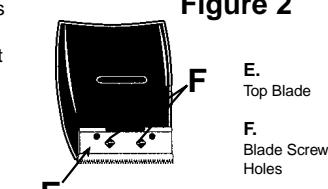

Figure 2
- Fixed Blade Units:** Place new top (small) blade into position on clipper head (Figure 2). Position new bottom (large) blade to align blade screw holes in blade and housing. Replace screws so they are snug but not tight.
- Tondeuses à lames fixes :** Installez la nouvelle lame supérieure (la plus petite) sur la tête de la tondeuse (Figure 2). Installez la nouvelle lame inférieure (la plus grande) en alignant les trous de vis des deux lames et du boîtier. Replacez les vis et serrez sans forcer.